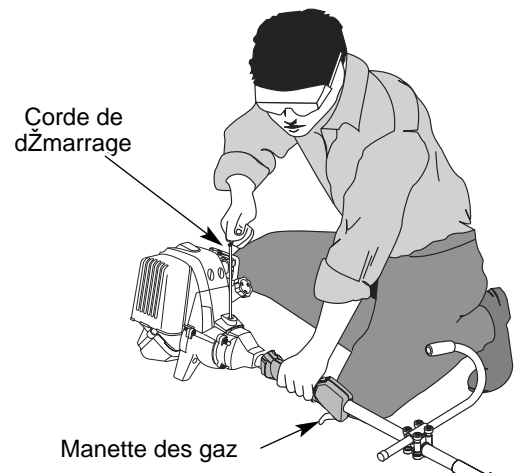

Fig. 22
**AVERTISSEMENT:** Zvitez tout dZmarrage accidentel. Tenez-vous en position de dZmarrage lorsque vous tirez sur la corde de dZmarrage (Fig. 22). L'opZrateur et l'appareil doivent tous deux •tre en position stable pour Zviter des blessures graves. VZrifiez la bonne installation de l'accessoire avant le dZmarrage de l'appareil.
4. Levez-vous en position de dZpart et nÕappuyez pas sur la manette des gaz (Fig. 22). Tirez s•chement sur le cordon de dZmarrage jusquÕ ^ 5 ± 10 fois.